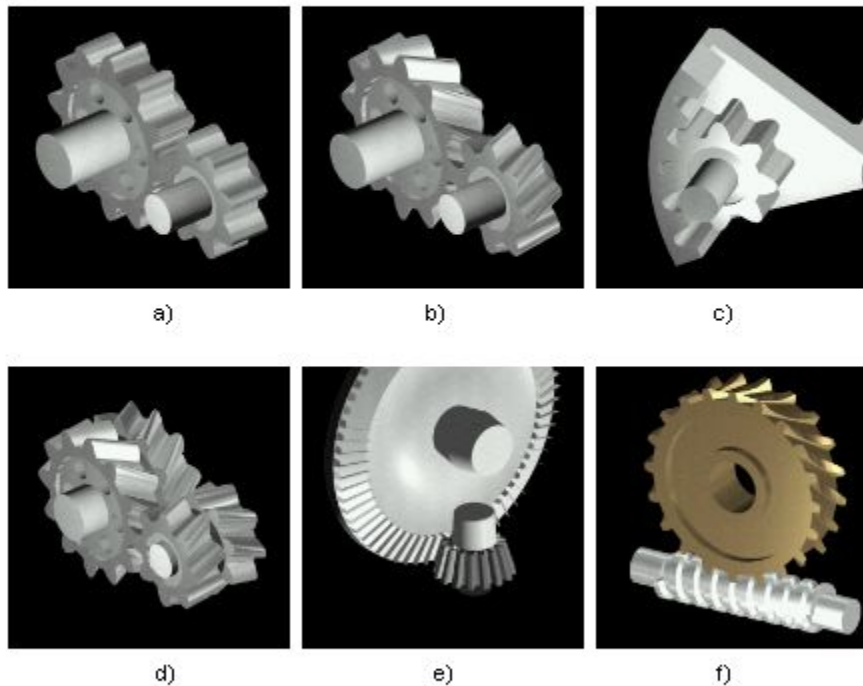

Рис. 7.1.
Зубчатые передачи обеспечивают передачу момента вращения с помощью последовательно зацепляющихся зубьев. Тела вращения, на которых расположены зубья, называются **зубчатыми колесами**. Меньшее колесо зубчатой пары называется **шестерней**, а большее - **колесом**. Собственно колесо состоит из **диска** со **ступицей** и **зубчатого венца** (рис. 7.1).
- По взаимному расположению осей зубчатые колеса подразделяются на **цилиндрические** (рис. 7.1а, б, с, d) (с параллельными осями), **конические** (рис. 7.1е) (с